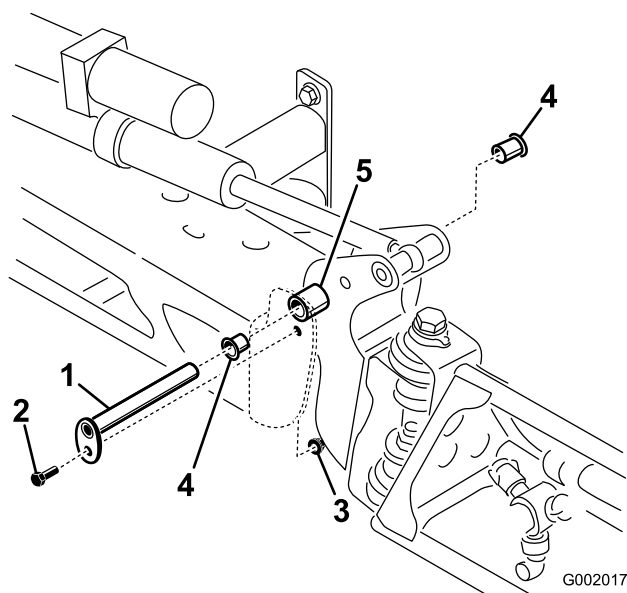

Figura 72
- Com o peso da rampa suportado, retire o parafuso e a porca que seguram o pino de articulação à rampa (Figura 72). Retire o pino de articulação.
- Retire e inspeccione as buchas de nylon dos lados dianteiro e traseiro do suporte de articulação (Figura 72). Substitua todas as buchas danificadas.
- Monte a rampa e o apoio da articulação no chassis alinhando as aberturas (Figura 72).